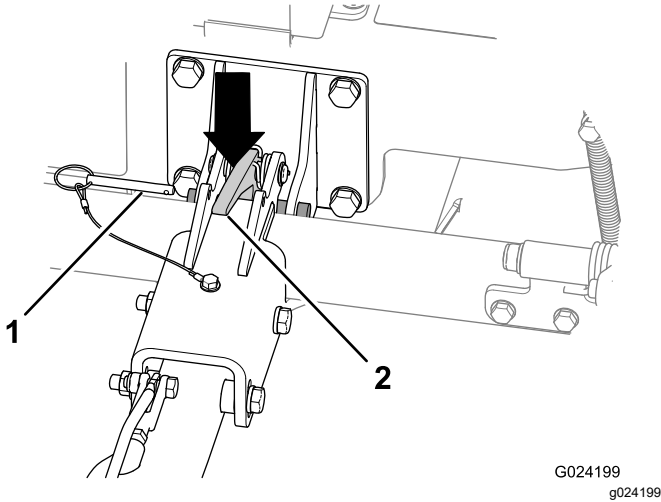

图 22
2. 拔出锁定销 图 22。
4. 向下推压挂钩门锁以打开挂钩门锁 图 22。